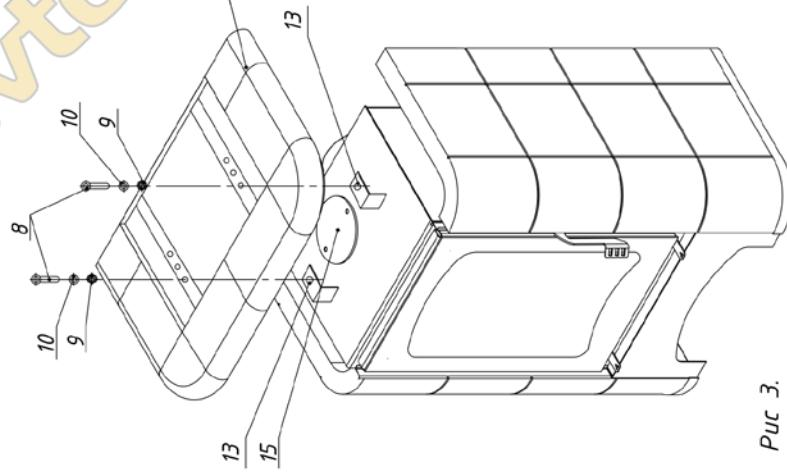

Рис. 3.
3. Верхняя панель 6 крепится к кронштейнам 13 винтами 8 и фиксируется шайбами и гайкой 9, 10 (Рис. 3)